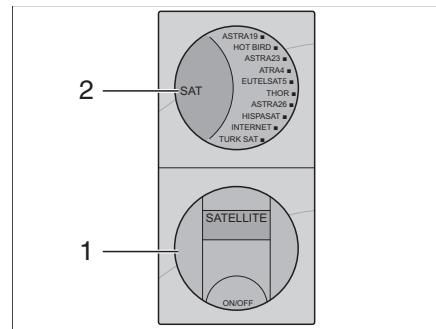

Bild 40 Panel Menü Verbraucher (Variante 2)
- Satellitenanlage über den ON/OFF Knopf (Bild 40,1) einschalten. Die Satellitenanlage fährt aus und sucht automatisch den eingestellten Satelliten.
- SAT Taste (Bild 40,2) drücken, um einen der 10 gespeicherten Satelliten auszuwählen.
- Taste ON/OFF (Bild 40,1) drücken. Die Satellitenanlage wird eingefahren und das Fernsehgerät ausgeschaltet.